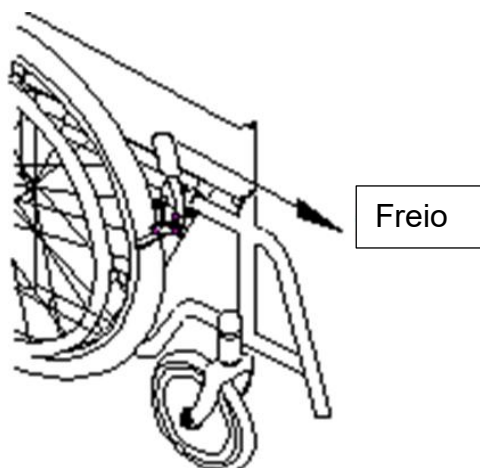

Figura 3
- Existem travões em ambos os lados do assento. Certifique-se de usar os travões para estacionar a cadeira de transferência quando a estacionar. (Ver figura 3)